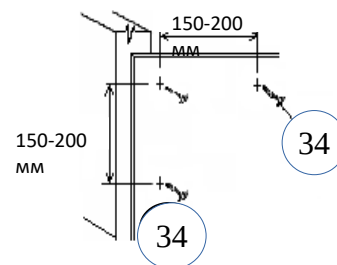

Рис. 2 Крепление дна ящика и задней стенки к перегородке и полке жесткой
8. Собрать корпус ящиков с помощью винтов-конфирматов (25), стяжек эксцентриковых (28А). Выверить прямоугольность корпуса шкафа и ящика (равные диагонали). Закрепить задние стенки с помощью гвоздей к полке жесткой (8) и перегородке (3), дно ящика согласно (рис.2)
9. Установить ручки (32) в засверленные гнезда, установить двери (13,14,15,16), съемные полки (9)